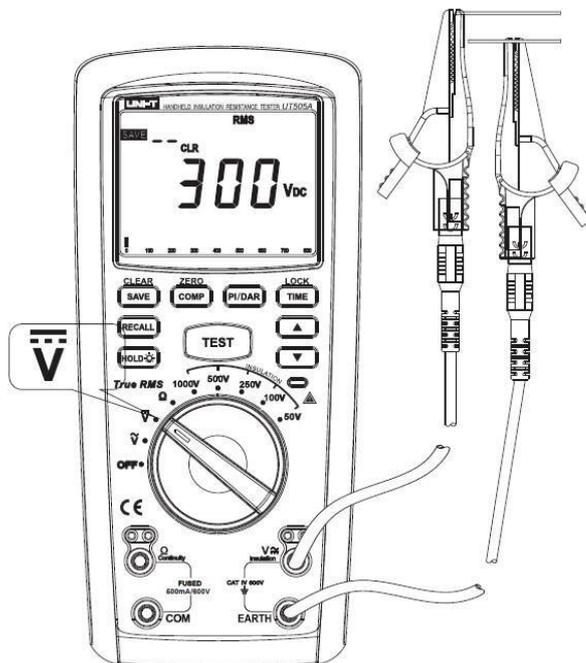

Рисунок 5
2. Измерение постоянного напряжения (см. Рисунок 5)